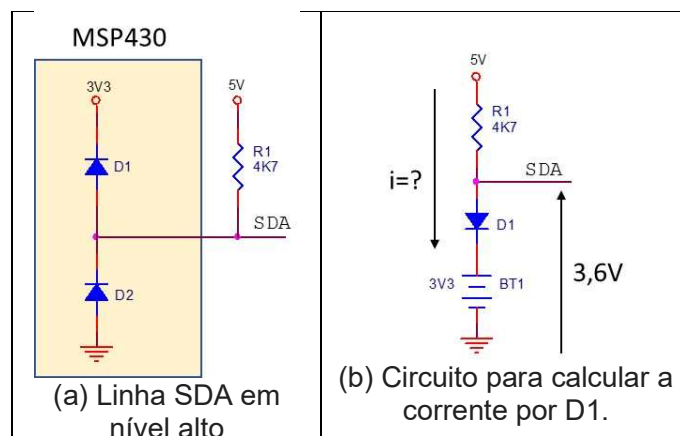

Figura 12 – Circuito para o cálculo da corrente pelo diodo de proteção (D1) quando a linha SDA é colocada em nível alto.
Para o caso da Figura 12, é fácil de ver que a corrente por D1 é de 300  $\mu$ A (vide equação), o que está bem abaixo do limite de 2 mA indicado pelo manual do MSP430F5529. Assim, podemos ligar diretamente o PCF8574 ao LaunchPad.
- Escreva uma função específica para inicializar o LCD no modo de 4 bits (figura 12).